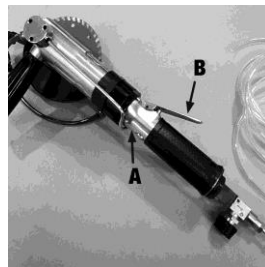

fig. 7
1. Raccordez le tuyau d'arrosage (M) à la source d'eau.
2. Raccordez l'outil de coupe humide pneumatique (A) à l'alimentation d'air. Réglez la pression de service à 90 lb/po carré (6,3 bar) pour un rendement optimal de l'outil. La pression de service réfère à la pression de la conduite d'air réglée pour l'outil lorsque l'outil est en état de fonctionnement.
3. Tournez lentement le régulateur de débit d'eau (E) dans le sens antihoraire le plus possible jusqu'à ce que de l'eau circule dans le tube d'eau (H) et dans le tuyau de distribution d'eau circulaire (L).
4. Appuyez sur la gâchette (B) pour actionner l'outil (fig. 7).
5. Relâchez la gâchette (B) pour arrêter l'outil.